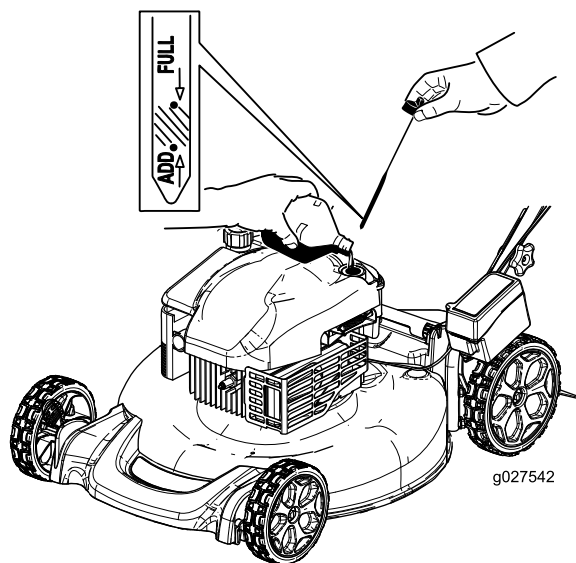

Figura 11
2. Retire a vareta do óleo (Figura 11).
5. Retire a vareta e verifique o nível de óleo; consulte a Figura 11.